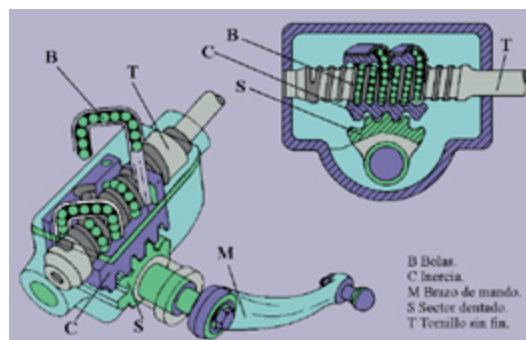

Fig. 8
Se denomina también de circulación de bolas. Sobre el tornillo sinfín (T) (fig. 8) lleva una tuerca (C) y entre ésta y el tornillo sinfín una hilera de bolas (B) que recorren la hélice del tallado interior del tornillo y de la tuerca.